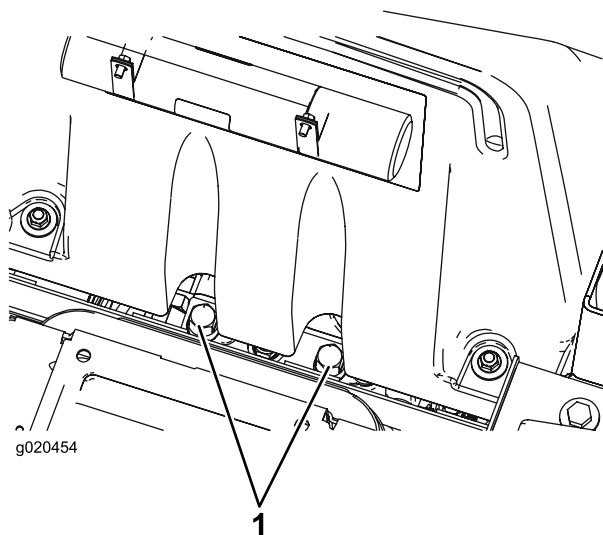

Figure 31
1. Soulevez le siège. Les vannes de dérivation se situent sous l'avant du réservoir de carburant (Figure 31).